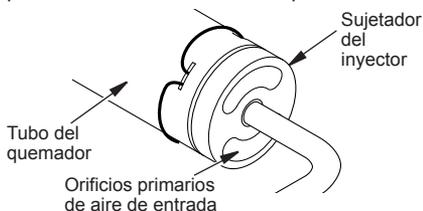

Figura 46 - Sujetador del inyector en el tubo de salida del quemador
2. Inspeccione el quemador, piloto, y orificios primarios de aire de entrada en el sujetador del inyector en busca de tierra y polvo (consulte la figura 46).